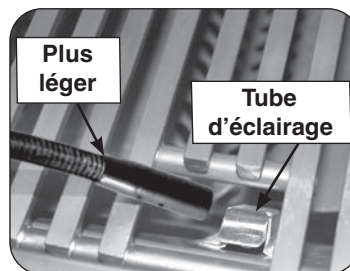
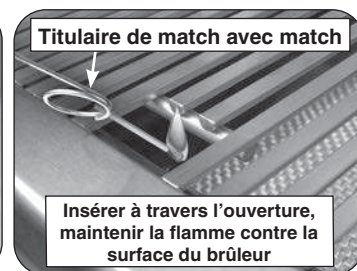

Fig. 30-2 Éclairage manuel via un tube d'éclairage
Fig. 30-3 Eclairage manuel via porte allumette
2. Passez un allumeur brûlant de butane de long-baril ou une allumette brûlante de long-tige dans la grille à cuire s'ouvrant au dessus du tube d'éclairage. (Fig. 30-2). Pour les brûleurs de dos ou les brûleurs infrarouges, maintenez la flamme contre la surface du brûleur de brûleurs arrière / infrarouge. Pour les brûleurs à charbon, maintenez la flamme près du brûleur. Les grils équipés d'un brûleur infrarouge comprennent un porte-allumette à rallonge métallique (fixé au plateau d'égouttage) pour faciliter l'éclairage manuel (Fig. 30-3).
4. Si le brûleur ne se allume pas dans les cinq (5) secondes de tourner le bouton de commande, enfoncez immédiatement le bouton et tournez la valve à **AU LOIN**. **ATTENDEZ CINQ (5) MINUTES** avant de répéter les étapes 2 à 4 des instructions manuelles d'éclairage.